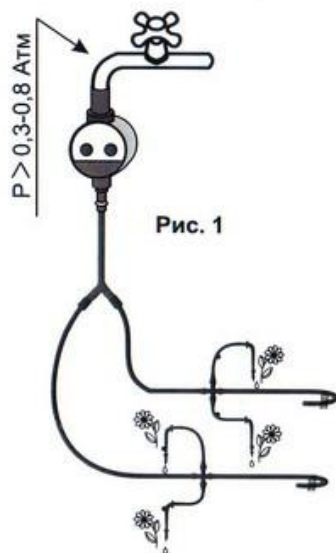

Рис. 1
1.1. ПОЛИВ из КРАНА – подсоедините Таймер к вашему садовому крану (см. рис. 1). К выходному штуцеру крана, подсоедините шланги, капельницы. Капельницы установите в прикорневую зону каждого растения. Запрограммируйте Таймер (см. п.3 данной инструкции). Давление в кране должно быть 0,3-10 Атм. Учитывайте, что в водопроводном кране, возможно, не прогретая вода, и такой полив может не подходить ко всем растениям.
*** - конструкция гребенки капельницы позволяет дозировать (в небольших пределах) количество воды, подаваемое на конкретное растение. Натянув шланг до конца гребенки капельницы (см. рис. 1, поз. А), вы уменьшаете подачу воды. Надев шланг только на начало гребенки (рис.1, поз. Б)- вы увеличиваете подачу.
Монтируя систему, рекомендуем натягивать шланг на гребенку капельницы полностью (как на рис. 1, поз.А).